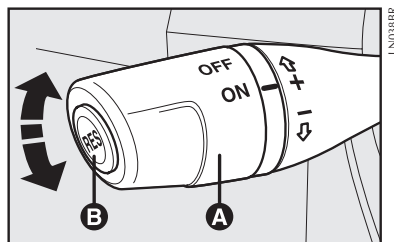

fig. 61
MANDOS fig. 61
El regulador de velocidad se activa o desactiva mediante la palanca **A**-fig. 61.
1) pisando el acelerador y luego memorizando la nueva velocidad alcanzada colocando la palanca **A-fig. 61** en la posición **(+)** por más de tres segundos;
1) desactivando el dispositivo (por ejemplo, pisando el pedal del freno) y luego, memorizando la nueva velocidad colocando la palanca **A-fig. 61** en la posición **(+)** durante tres segundos como mínimo);